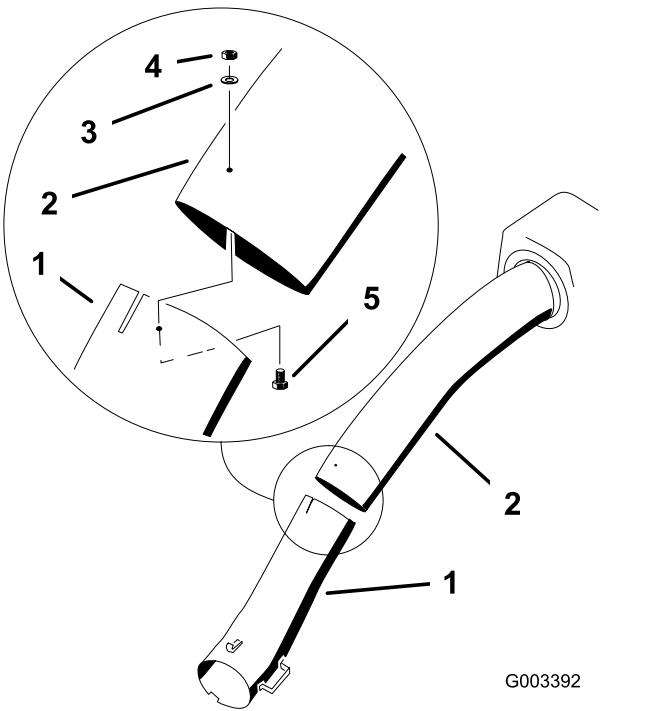

Figura 31
14. Una los tubos superior e inferior con 3 pernos (Nº 10 x 3/4"), 3 arandelas planas (7/32"), y 3 contratuerca (Nº 10), según se muestra en la figura Figura 31.